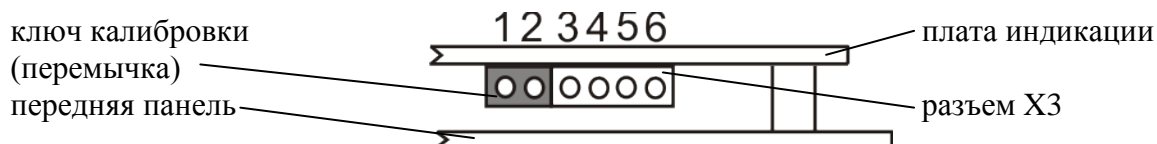

Рисунок 3.1 – Расположение ключа (перемычки) разрешения калибровки
- ключ расположен справа над энкодером на плате индикацию. Для разблокирования доступа установить перемычку (стандартный «джампер» с шагом 2.54 мм) между контактами 1 и 2 разъема Х3 (см. рисунок 3.1). Для блокирования - снять перемычку с контактов 1 и 2 (чтобы не потерять, можно переставить ее на контакты 3 и 4);